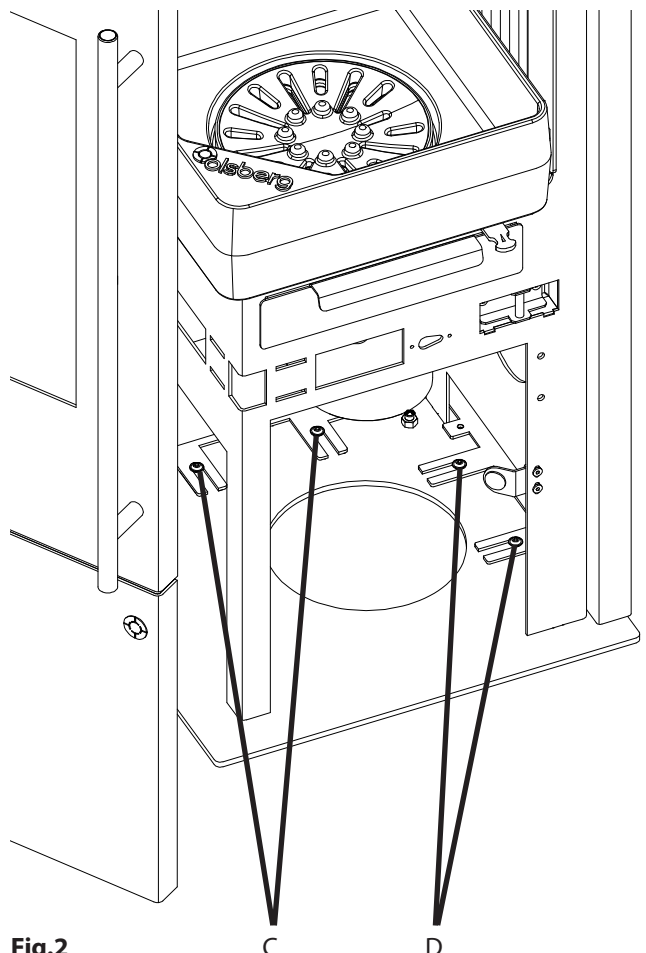

Fig.2
- Bevestigingsschroeven (C) voor de achterwand en bevestigingsschroeven (D) voor de zijwand onderop het apparaat oplossen (max. 2 omwentelingen, zie Fig.2).